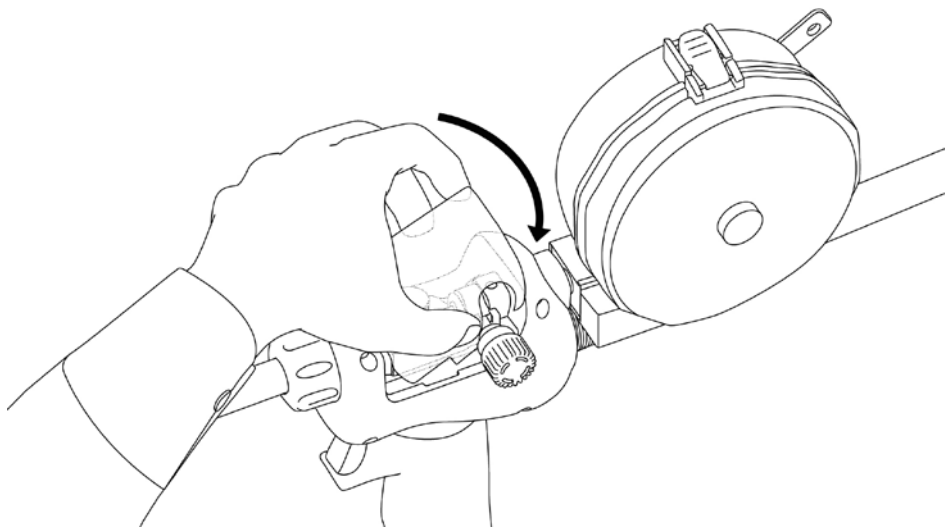

Рис. 7.17. Закрытие крышки механизма подачи проволоки.
2. Закройте защитную крышку механизма подачи сварочной проволоки (См. рис. 7.17).